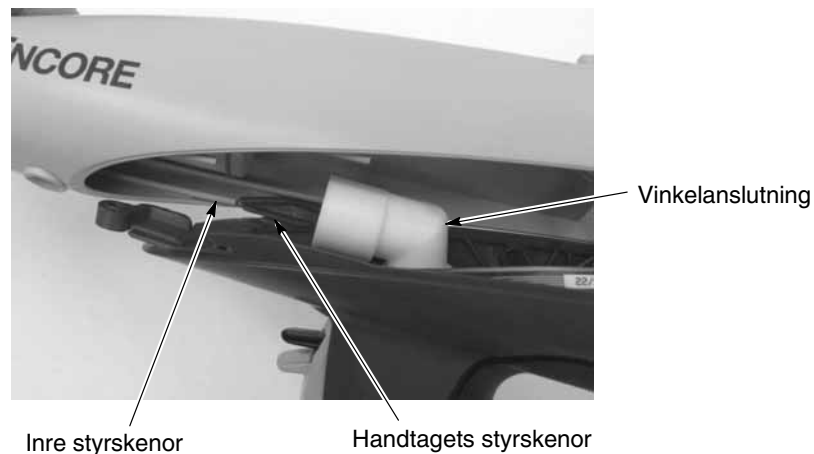

Bild 6-5 Sammansättning av pistolkropp och handtag
1. Se bild 6-5. Rikta in pistolkroppsdelen mot handtaget och skjut samman dem, så att de inre styrskenorna i pistolkroppen passar in i de motsvarande spåren i handtaget.